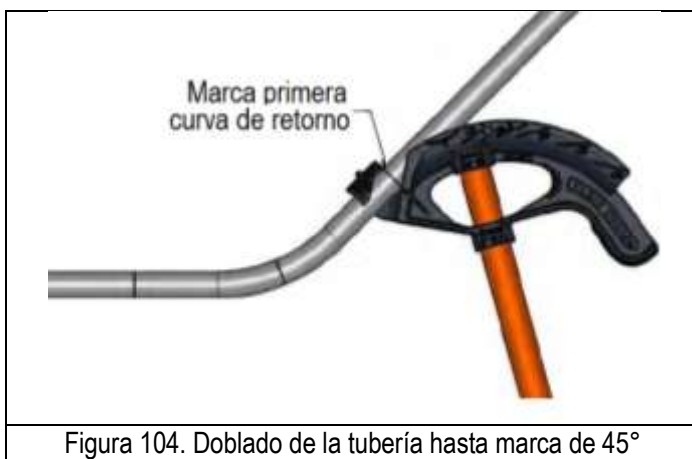

Figura 104. Doblado de la tubería hasta marca de 45°
9. Manteniendo el doblador y la tubería juntos, voltee las dos partes al revés y coloque la empuñadura del mango del bender o dobladora en el suelo, equilibrando la tubería en el aire, permita que la tubería gire 180° en la base. Deslice la tubería hacia abajo de manera que la primera curva se aleje de la cabeza del doblador, alineando la primera marca de la curva de retorno con los símbolos de flecha tal como se puede apreciar en la figura 104. Es posible que se necesita algo de flexión para permitir el resorte de la tubería.